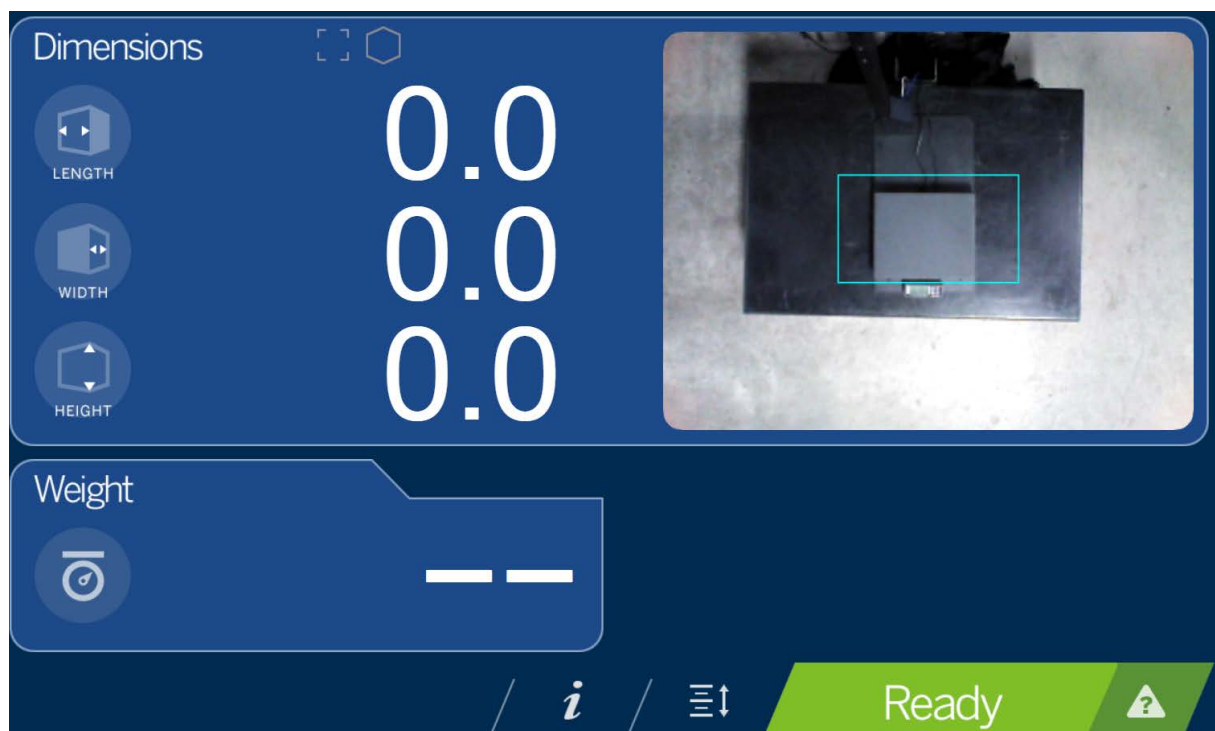

Figura 3-1. Display com tela sensível ao toque
1. No display (Figura 3-1 à página 10), selecione o botão **Informações do dispositivo**  (Figura 4.1 à página 15) na parte inferior da tela.
5. Após uma calibração de altura zero bem-sucedida, selecione  (Figura 3-1 à página 10).
A área de pesagem fornece uma visão em tempo real da área de digitalização da cabeça de digitalização para o display USB. A caixa azul dentro da Figura 3-1 é a **zona de varredura** que indica a área que o iDimension Plus dimensionará (Seção 7.1 à página 31).
5. Após uma calibração de altura zero bem-sucedida, selecione . O display volta ao **Display com tela sensível ao toque** (Figura 3-1 à página 10).
1. Selecione a tecla de função **Informações do dispositivo**  localizada na parte inferior da tela (Figura 3-1 à página 10).